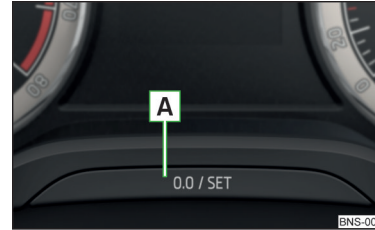

Fig. 32
- ▶ Appuyez sur la touche **A** » fig. 32 et maintenez-la enfoncée jusqu'à ce que le menu **Service** s'affiche sur le visuel.